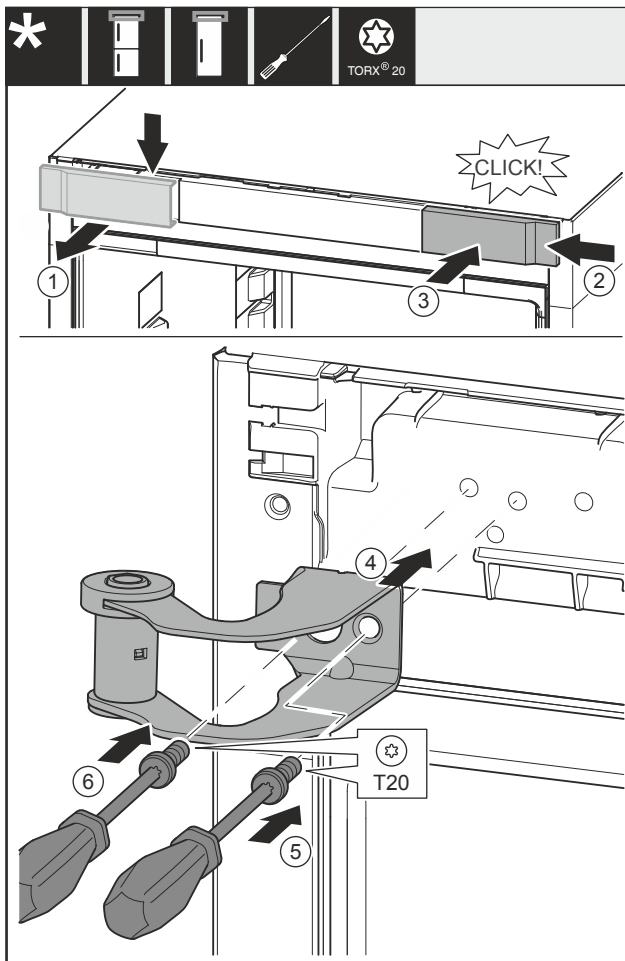

Fig. 16
- ▶ Odeberte kryt Fig. 16 (1) shora dopředu.
- ▶ Kryt Fig. 16 (2) otočený o 180° zavěste na druhé straně zprava.
- ▶ Zaklapněte kryt Fig. 16 (3).
- ▶ Nasadte horní stojan ložiska Fig. 16 (4).
- ▶ Utáhněte šroub Fig. 16 (5).
- ▶ Utáhněte šroub Fig. 16 (6).